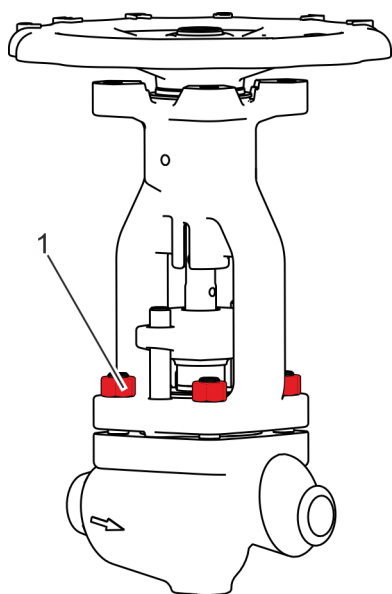

Fig. 47: Vissage du chapeau en étrier
- 31.** ▶ Visser sans serrer à fond le chapeau en étrier avec les écrous (Fig. 47/1) sur les goujons filetés du carter.